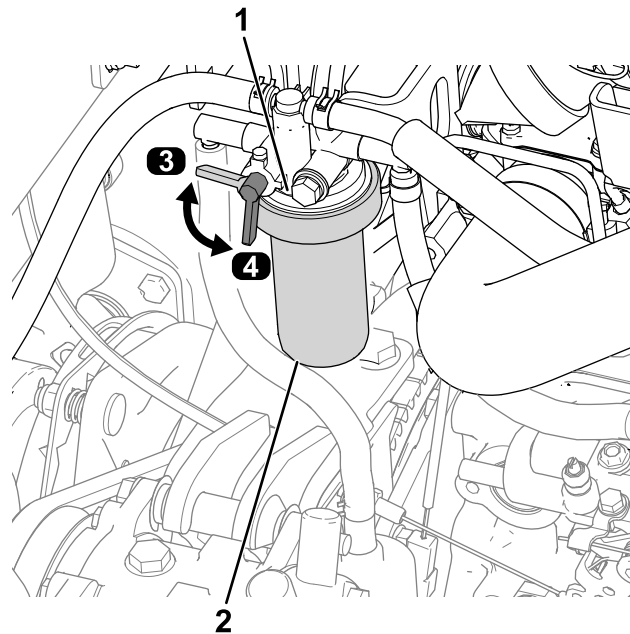

Рисунок 57
1. Переведите рычаг топливного клапана в положение OFF (Выкл.) (Рисунок 57).
2. Очистите поверхность вокруг головки топливного фильтра (Рисунок 57).
3. Снимите фильтр и очистите монтажную поверхность головки фильтра (Рисунок 57).
6. Переведите рычаг топливного клапана в положение ON (Вкл.) (Рисунок 57).